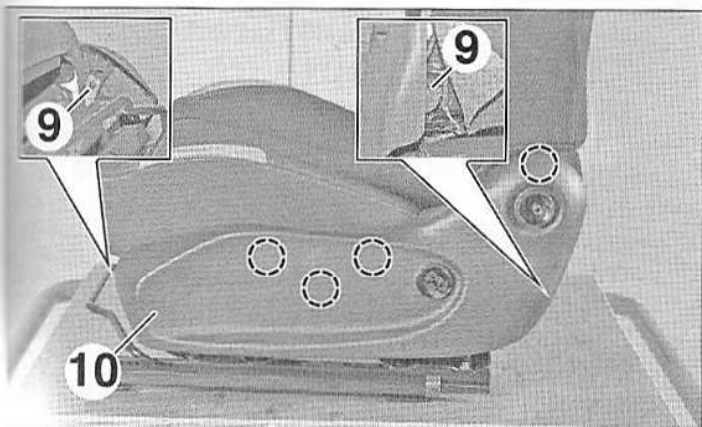

FIG.13
- Déposer les vis (9) (Fig.13).
- Dégrafer la garniture (10).